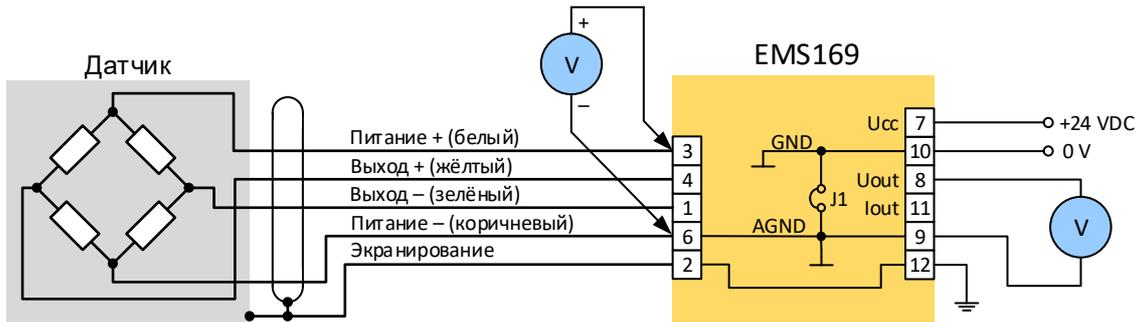

Рис. 9. Измерение питательного напряжения датчика
4. Контроль питания датчика 2 (при нагрузке). Если питание датчика, измеряемое по предыдущему пункту, было в порядке, то надо его измерить и с присоединённым датчиком. Может случиться, что ошибка проявится при нагрузке. Датчик надо присоединить по рис. 9 и снова измерить напряжение на клеммах 3 и 6. Напряжение не должно измениться, т.е. должно бы остаться первоначальное значение + 7,0 в ± 5 мв. Если значение изменится (понижится), то ошибка в питательной части преобразователя или может быть испорчен датчик – имеет короткое замыкание. В таком случае надо измерить сопротивление датчика по описанию в следующем шаге.